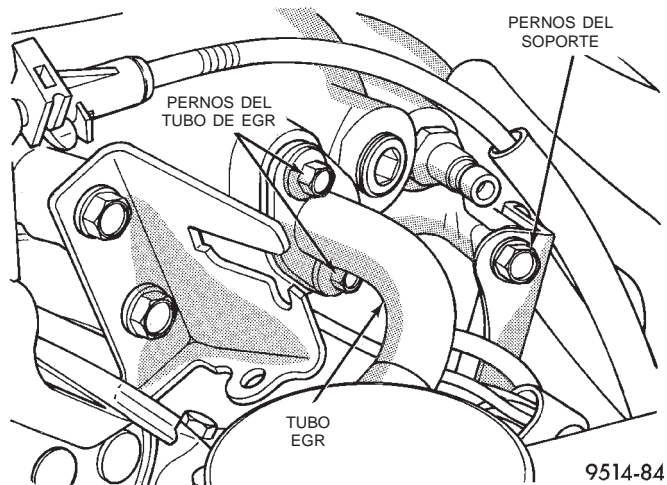

Fig. 35 Tubo de EGR y perno de soporte derecho del múltiple
(11) Retire el tubo de EGR (recirculación de gases de escape) de la cámara impelente de admisión (Fig. 35).
(12) Retire el perno del soporte de la cámara impelente situado hacia atrás en el tubo de EGR (Fig. 35).
(13) Retire los pernos que sujetan la cámara impelente de admisión superior y retírela.
(14) Siempre retire el cable de encendido, tomando la cubierta de la bujía, girándola media vuelta y tirando hacia atrás con un movimiento firme.
(15) Antes de retirar la bujía, pulverice aire comprimido alrededor del orificio de la bujía y en la zona que rodea la bujía.
(16) Retire la bujía utilizando un casquillo de acople de buena calidad con un encastre de goma o espuma de goma.
(17) Inspeccione la condición de la bujía. Consulte Condición de las bujías en esta sección.